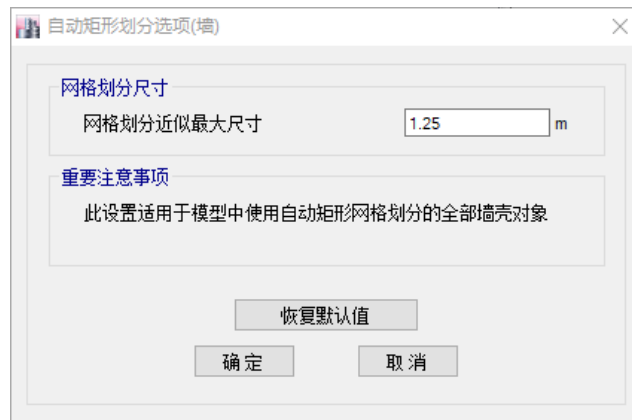

图 6-3 墙自动矩形划分选项对话框
2. 点击菜单 **分析>墙自动矩形划分**，弹出如图 6-3 所示的墙自动网格划分选项对话框